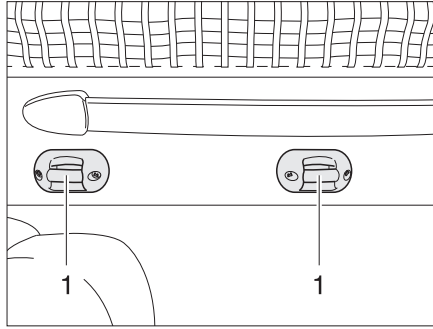

Fig. 96 Soporte escalera de ascenso
- Enganchar la escalera de ascenso a las grapas (Fig. 96,1) de la cama elevada con los dos ganchos.